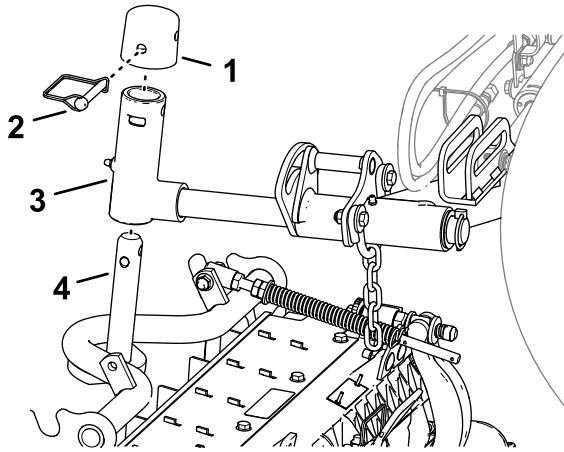

Figura 22
1. Deslize a unidade de corte sob o braço de elevação (Figura 22).